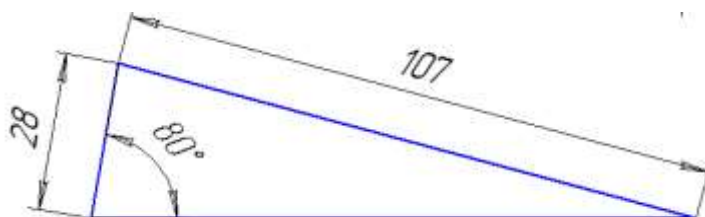

Рис. 18.8
- Измените значение **107,35** на **107мм** (рис. 18.8).